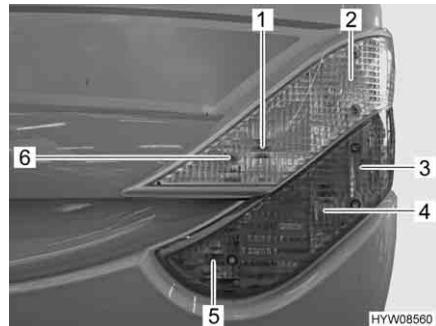

Fig. 195 Luci posteriori (lato anteriore)
- Svitare le sei viti ad esagono cavo (Fig. 195,6)